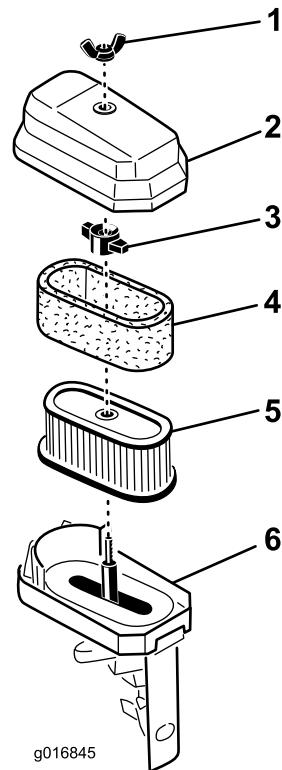

**Figura 36**
3. Limpie la tapa (Figura 36 y Figura 37).